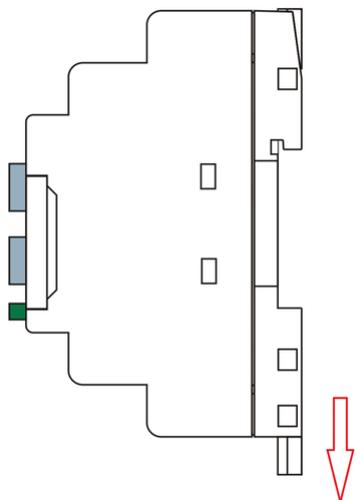

Рисунок 1.45 - Монтаж на DIN-рейку
1. Достаньте модуль из упаковки и сдвиньте нижнюю защелку наружу до фиксации в выдвинутом положении (рисунок 1.45).